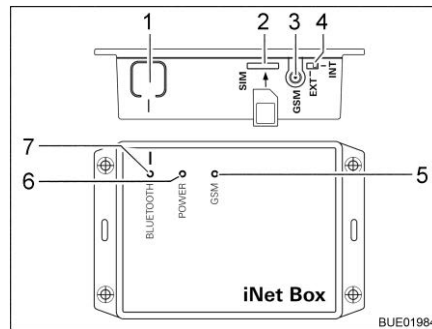

Fig. 230 Truma iNet-Box
- Appuyer sur la touche BLUETOOTH (Fig. 230,1) sur l'iNet-Box pendant 1 seconde. La Truma iNet-Box est visible pendant env. 2 minutes dans le terminal mobile (nom : "Truma iNet-Box"). Durant ce laps de temps, la DEL BLUETOOTH (Fig. 230,7) clignote.
- Introduire la mini-carte SIM qui a son propre numéro de téléphone et un crédit suffisant avec précaution comme illustré dans l'emplacement (Fig. 230,2) de la Truma iNet-Box jusqu'à ce qu'elle s'enclenche. La DEL rouge GSM (Fig. 230,5) doit clignoter en permanence. Si la DEL rouge s'éteint au bout de 20 secondes : contrôler la mini-carte SIM.